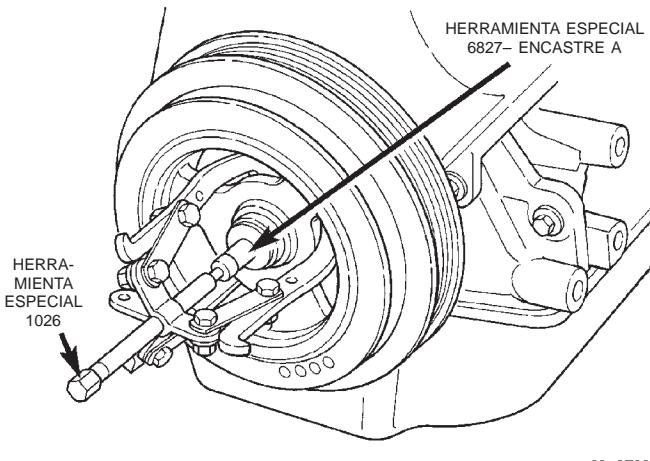

Fig. 56 Amortiguador del cigüeñal—Desmontaje
- (3) Retire el perno del amortiguador del cigüeñal. Retire el amortiguador utilizando el lateral grande de la herramienta especial 1026 y el encastre 6827-A (Fig. 56).